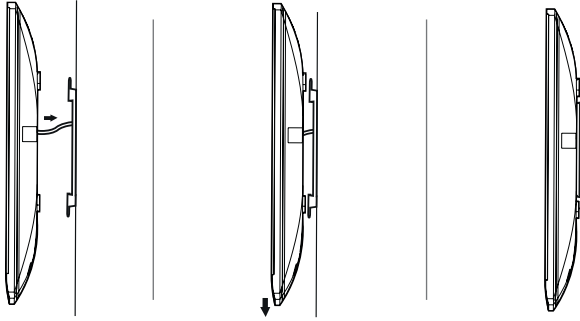

Abb. 7
11	Stecker für Monitor(e), elektrischen Türöffner und Motorisierung des Tors (Details siehe Abb. 7)
- **Abb. 7:** 1 Familie – 1 Monitor